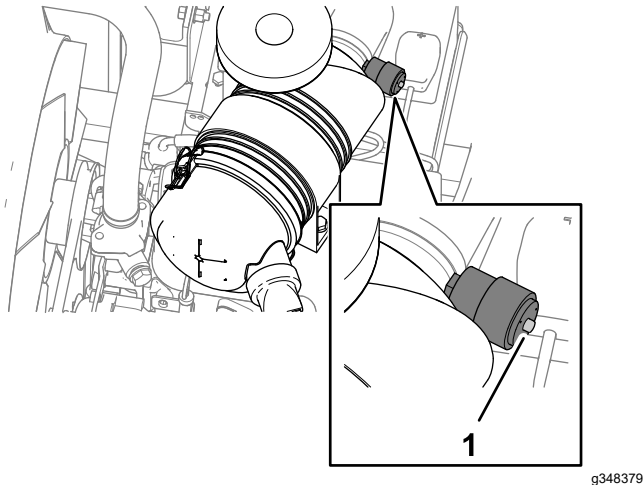

Figura 61
3. Verificai indicatorul privind blocarea filtrului de aer (Figura 61).
**Notă:** Efectuați lucrări de întreținere pentru filtrul de aer primar atunci când indicatorul privind blocarea filtrului (Figura 61) este rou. Schimbarea frecventă filtrului de aer nu face decât să mărească pericolul de pătrundere a murdăriei în motor, atunci când este scos filtrul.